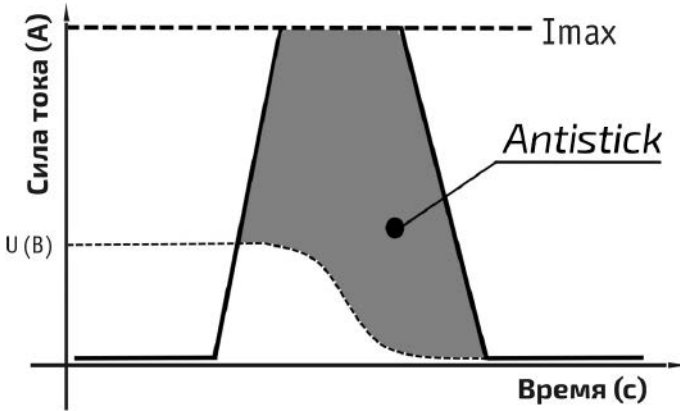

Рис. 6.2.1. Antistick.
**Antistick** – данная функция устраняет прилипание электрода к изделию. Аппарат автоматически снижает ток до минимального, чтобы не допустить перегрев электрода (см. рис. 6.2.1).